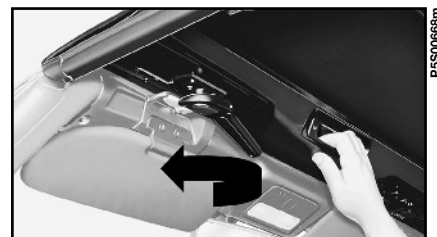

fig. 61
7) Dall'interno vettura, abbassare le alette parasole, tenere abbassata la capote con una mano utilizzando l'apposito vano **fig. 61** e, con l'altra mano, bloccarla sulla traversa parabrezza ruotando le apposite maniglie.